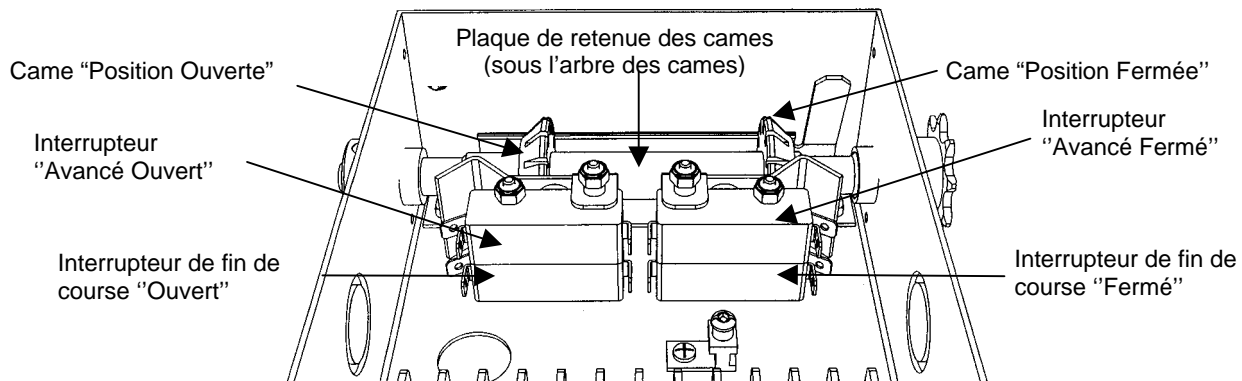

Figure 20 Interrupteurs de fin de course
**IMPORTANT :** Après avoir complété toutes les connexions de câblage, réajustez la position des cames de fin de course comme mentionné sur la Figure 20 en utilisant les boutons « Open » (ouvrir), « Close » (fermer) et « Stop » (arrêter).
Il y a quatre interrupteurs de fin de course : deux sont utilisés comme fin de course, un sert pour la radiocommande ou le fonctionnement à un bouton, et un sert pour les inverseurs de marche. Ces interrupteurs sont activés par un levier commandé par les cames se déplaçant sur un arbre fileté (Figure 20)